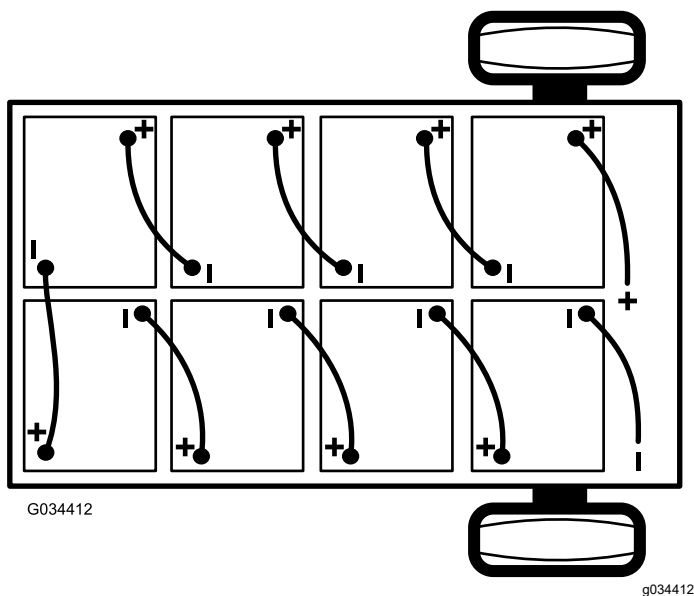

図 40
2. バッテリーと車体のアース端子を接続しているメインのマイナスケーブル黒を、バッテリーから外す **図 40**。
3. バッテリーと車体のメインコンタクトとを接続しているメインのプラスケーブル赤を、バッテリーから外す 図 40。
注 バッテリーを新しく積み込む場合には、極性に十分注意してください 図 40。
6. 図 40 に示すように、1 で外した中間接続ケーブルを使ってバッテリーを相互に接続する。
2. 車体に接続されているメインのプラスケーブル赤を、バッテリーに接続する 図 40。
3. 車体のアース端子に接続されているメインのマイナスケーブル黒を、バッテリーに接続する 図 40。